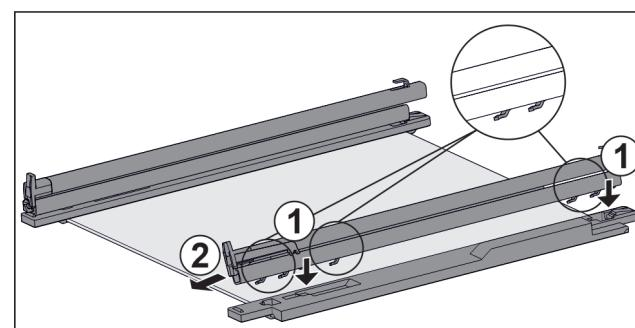

Fig. 121 Glasplatte mit Schienen und Halteteilen
- Haken der Schiene auf die Öffnungen des **linken** Halteparts setzen. Fig. 121 (1)
- Schiene nach vorne ziehen. Fig. 121 (2)
- Haken der Schiene auf die Öffnungen des **rechten** Halteparts setzen. Fig. 121 (1)